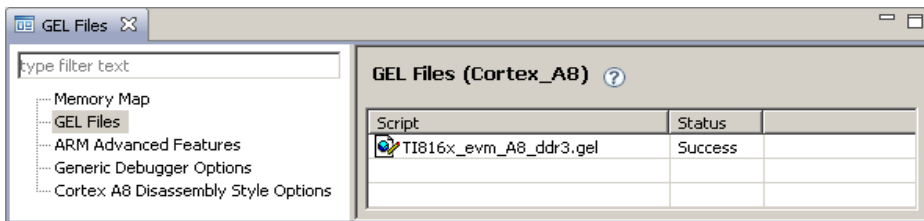

图 1-2-8
2. 选中 Cortex-A8 核并载入 gel 文件 TI816x_evm_A8_ddr3.gel，位于 D:\DSPresearch\Capture_Display_test_package\gel 目录下。载入 gel 文件后如图 1-2-8 所示：